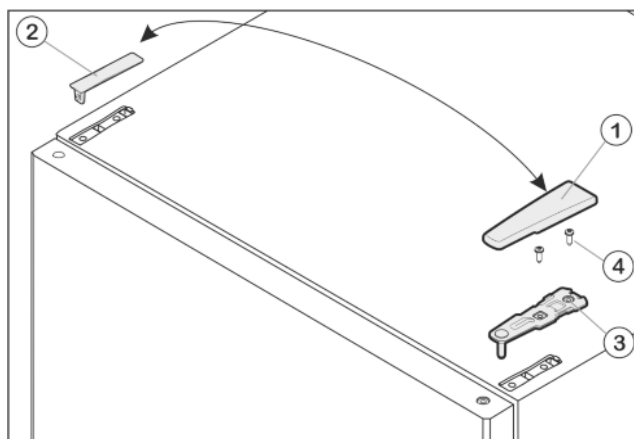

Fig. 8
- Kryt Fig. 8 (1) stáhněte dopředu a nahoru.
- Kryt Fig. 8 (2) zvedněte.
- Horní stojan ložiska Fig. 8 (3) odšroubujte (2 krát Torx® 25) Fig. 8 (4) a stáhněte nahoru.
- Horní stojan ložiska *Fig. 8 (3)* vložte na nové straně závěsu do dvířek.
- Horní stojan ložiska **příšroubujte (s 4 Nm)** (2krát Torx® 25) *Fig. 8 (4)*. Díry pro šrouby případně předem propíchněte nebo použijte akumulátorový šroubovák.
- Kryt *Fig. 8 (1)* a kryt *Fig. 8 (2)* vždy na opačné straně zvenku nasadíte a zaklesnete.